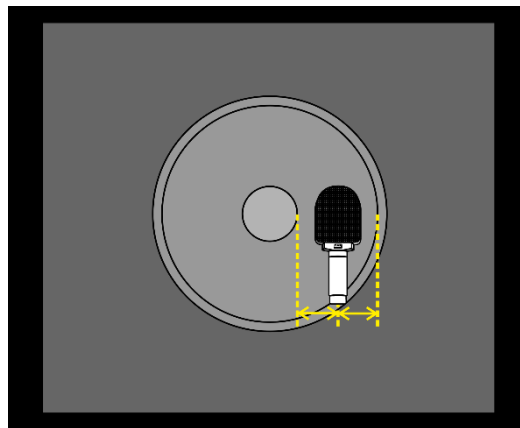

Abb. 02
- 04) Positionieren Sie das Mikrofon mittig zwischen dem Rand der Staubschutzkalotte und dem Rand des Lautsprechers (siehe Abb. 02 auf Seite 6).
- Positionieren Sie das Mikrofon mittig zwischen dem Rand der Staubschutzkalotte und dem Rand des Lautsprechers (siehe Abb. 02 auf Seite 6). Sobald Sie den Kopf richtig positioniert haben, finden Sie mit dem Ohr die optimale Position. Wenn Sie das Mikrofon in Richtung der Staubschutzkalotte bewegen, wird das Signal brillanter. Wenn man das Mikrofon näher an den Rand des Lautsprechers hält, wird der Klang weniger hell und erhält eine wärmere Klangfarbe.